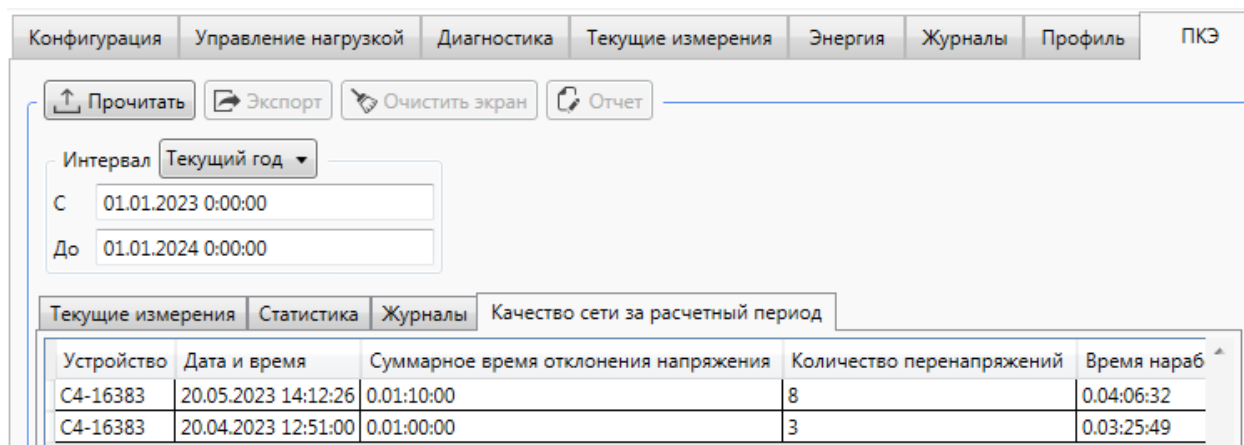

Рисунок 9.53 – Просмотр журнала качества сети за расчетный период
9.6.6.10 Для просмотра журнала качества сети за расчетный период необходимо перейти на вкладку *ПКЭ* области параметров программы КОНФИГУРАТОР и затем на вкладку *Качество сети за расчетный период* (рисунок 9.53).